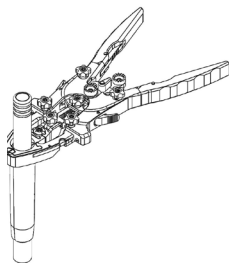

Figura 8
- Deslize as lâminas do retrator em redor do **Introdutor Preto** (ML-0518) e, em seguida, deslize o retrator sobre o **Dilatador de 18 mm** (Figura 8). O introdutor ajudará a colocar o retrator suavemente sobre o **Dilatador de 18 mm**. Após as lâminas estarem encaixadas sobre o **Dilatador de 18 mm** o **Introdutor Preto** pode ser removido.